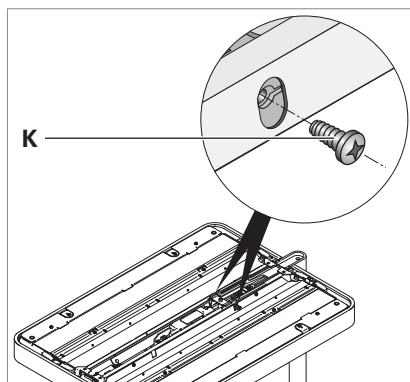

Fig. 6: Fixer la tête du luminaire.
- Pour fixer la tête du luminaire, vissez et serrez les deux vis de fixation **K**, voir Fig. 6.